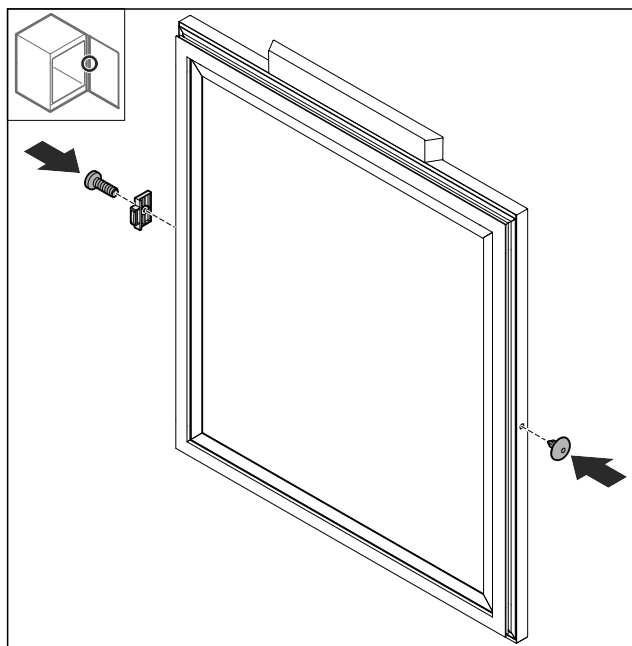

Fig. 74
- Vrid dörrstoppet Fig. 74 (1) 180° och montera det på den andra sidan.
- Sätt in skyddet Fig. 74 (2) på den andra sidan.